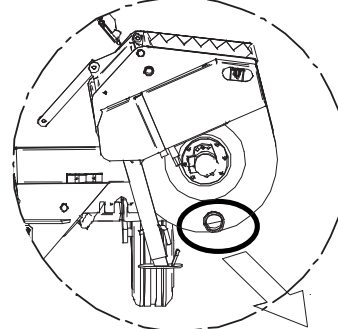

Fig. 11
- Vaciar la mezcladora quitando el tapón (Fig. 11) o vaciándola en tolva.